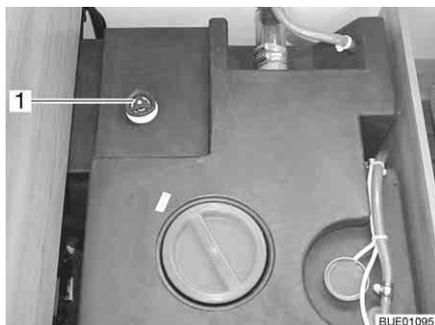

Fig. 202 Serbatoio dell'acqua con maniglia girevole
- Sul serbatoio dell'acqua, ruotare la maniglia girevole (Fig. 202,1) in senso orario fino all'arresto.
- Sul serbatoio dell'acqua, ruotare la maniglia girevole (Fig. 202,1) in senso antiorario fino all'arresto. L'acqua fuoriesce fino a 60 litri.